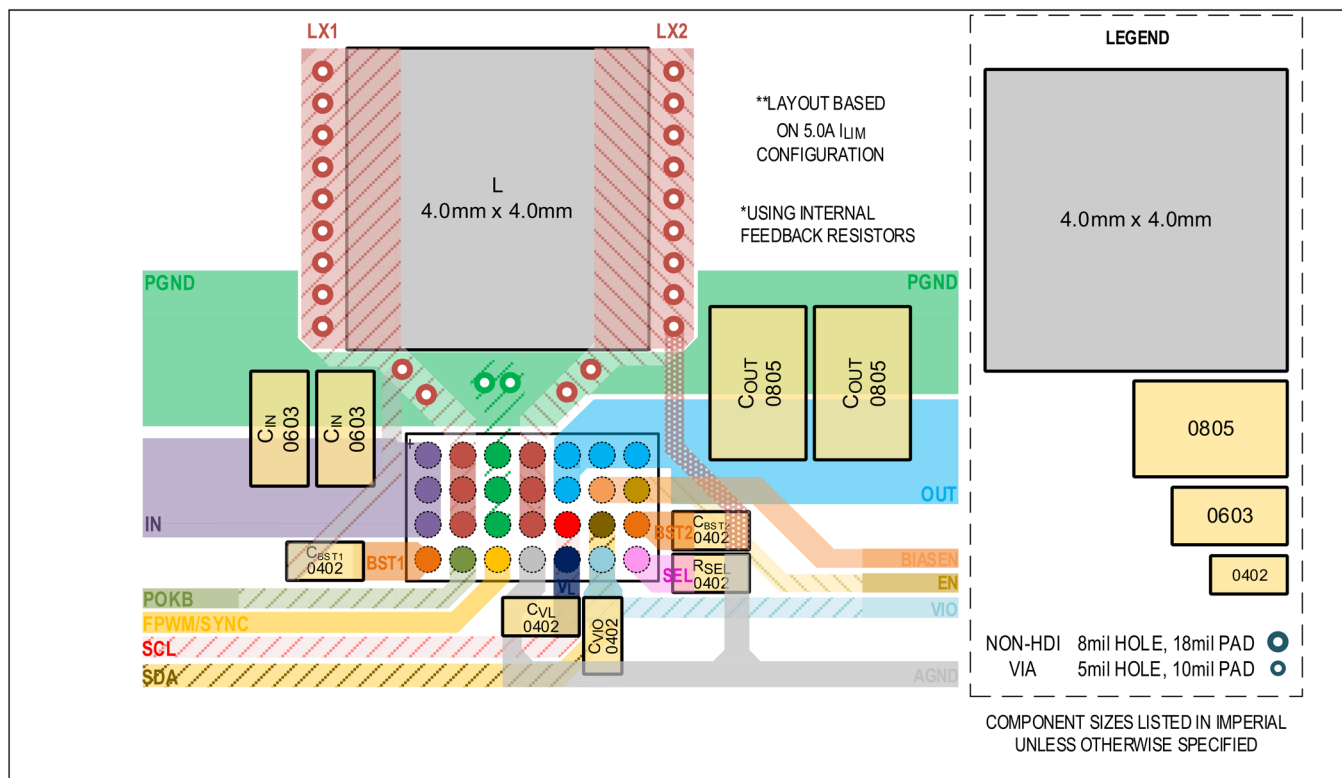

図 19. 28 WLP パッケージに対する推奨 PCB レイアウト
スイッチング電力損失を低減し、クリーンで安定した動作を得るためには、回路基板レイアウトに細心の注意を払う必要があります。EN、FPWM/SYNC、POKB/INTB の各ピンへの配線には高密度インターコネクト（HDI）の PCB が必要です。図 19 に MAX77845 の WLP パッケージのレイアウト例を示します。
- インダクタは LX バンプの隣に（できるだけ近接して）配置し、LX バンプとインダクタ間のパターンは、PCB のパターン・インピーダンスが最小となるよう、短くかつ幅広にします。過剰な PCB インピーダンスはコンバータの効率を低下させます。LX パターンを別の層に配線する場合（図 19 を参照）、十分な数のビアを用いてパターンのインピーダンスを最小限に抑えるようにします。配線パターンのインピーダンスを更に低減するために、LX のパターンを複数の層に配線することを推奨します。更に、LX パターンが過大な面積を占めないようにします。このノードの電圧は非常に早く切り替わるため、面積が増えると放射エミッションが増加します。